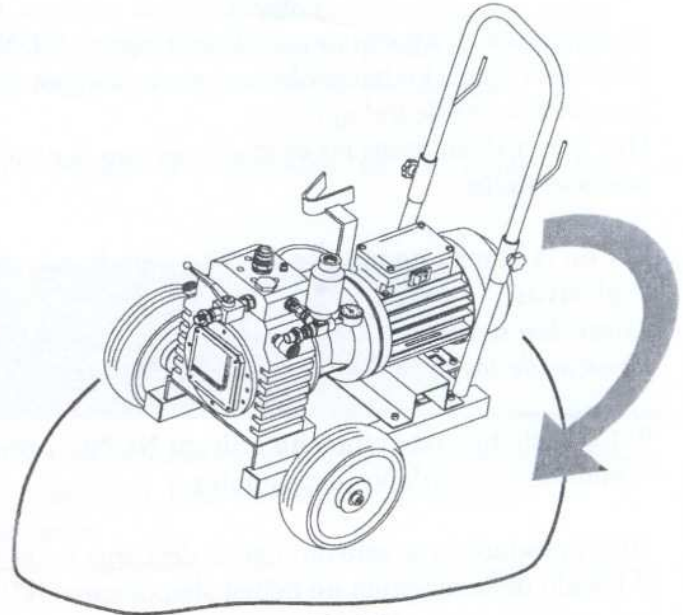

Fig.25
2) Controlen que la bomba esté en posición estable de modo que se evite que vuelque (fig. 25).